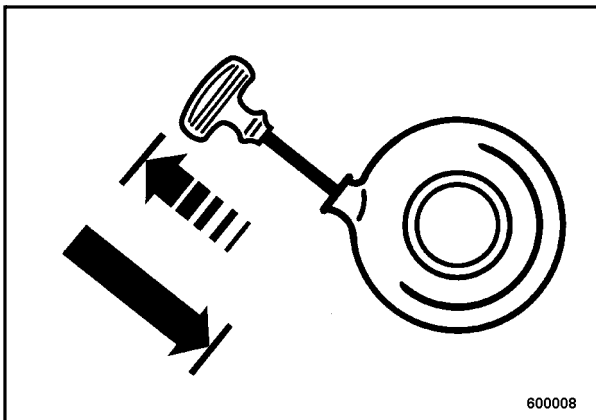

Fig. 4
- Tirar del cable con empuñadura de arranque (Fig. 4) hasta notar resistencia.